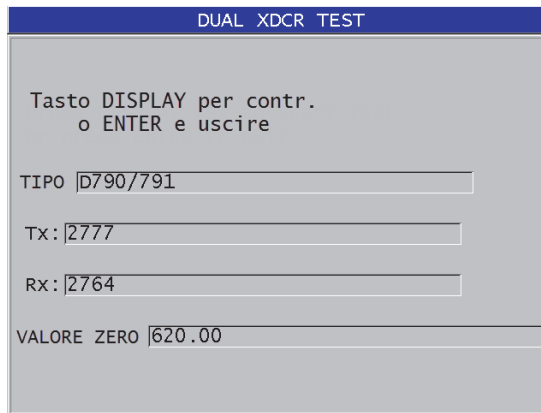

Figura 15-3 La schermata DUAL XDCR TEST
7. Quando viene selezionato **DUAL XDCR TEST** (test trasduttore doppio elemento XDCR), nella schermata **DUAL XDCR TEST** (vedi Figura 15-3 a pagina 308):